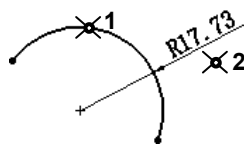

图 4.9.8 半径的标注
Step3. 单击位置 1 选择圆上一点，然后单击位置 2 放置尺寸，如图 4.9.8 所示。